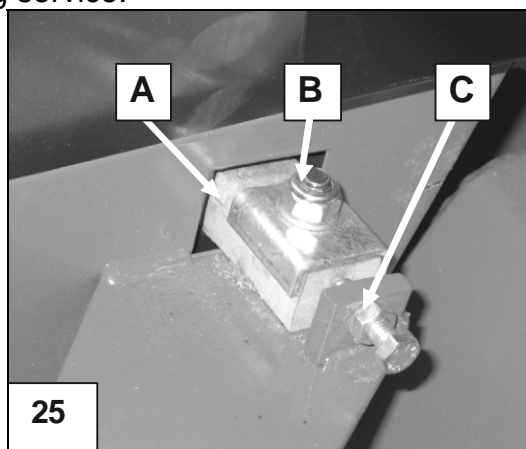

Bild 25. Styrning för kapklingan
7.2 Styrning för kapklingan, bild 25